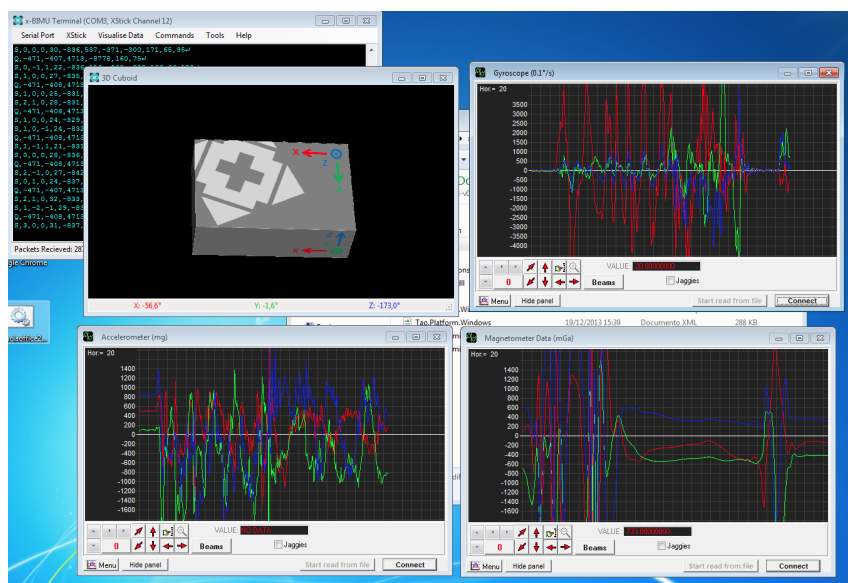

Figura 6: Visualización de datos desde TERMINAL
1. Para visualizar los datos, utilice el menú que despliega ‘Visualise Data’ de la ventana principal de TERMINAL. Los comandos que se despliegan permiten visualizar el movimiento de x-BIMU en el espacio 3D (Quaternion), los valores de giróscopo (Gyroscope), acelerómetro (Accelerometer), magnetómetro (Magnetometer), batería (Battery). Tal y como puede ver en la Figura 6, cada uno de estos comandos abre una ventana donde se muestra gráficamente los datos capturados en *casi* tiempo real. Los colores indican la componente representada: *rojo-X*, *verde-Y* y *azul-Z*. El alumno puede cambiar la escala de la gráfica con las flechas $\leftarrow \uparrow \downarrow \rightarrow$ de la ventana de la gráfica.